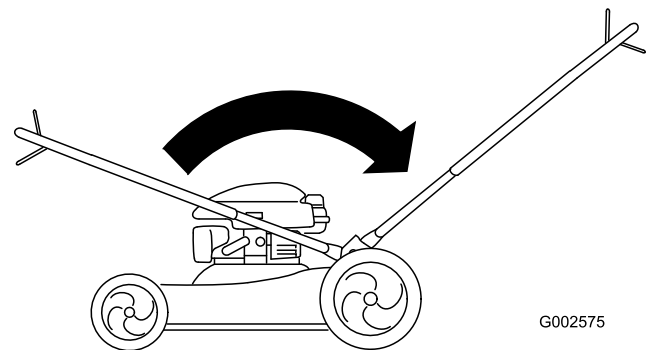

Figura 5
3. Gire hacia atrás el manillar (Figura 5) hasta que encaje en su sitio con un clic.